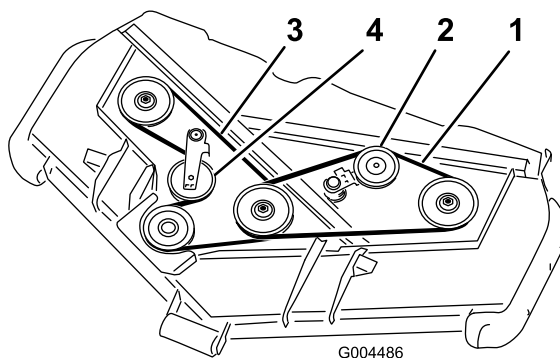

Figura 58
3. Con una barra idonea o uno strumento simile, allontanate la puleggia tendicinghia superiore (Figura 58) dalla cinghia di trasmissione superiore, per rilasciare la tensione della cinghia e toglierla dalle pulegge.
4. Con una barra idonea o uno strumento simile, allontanate la puleggia tendicinghia inferiore (Figura 58) dalla cinghia di trasmissione inferiore, per rilasciare la tensione della cinghia e toglierla dalle pulegge.
5. Montate la nuova cinghia attorno alla puleggia degli ingranaggi, alle pulegge del perno inferiore e alla puleggia tendicinghia, come illustrato nella Figura 58.
6. Montate la nuova cinghia attorno alle pulegge del perno superiore e alla puleggia tendicinghia, come illustrato nella Figura 58.